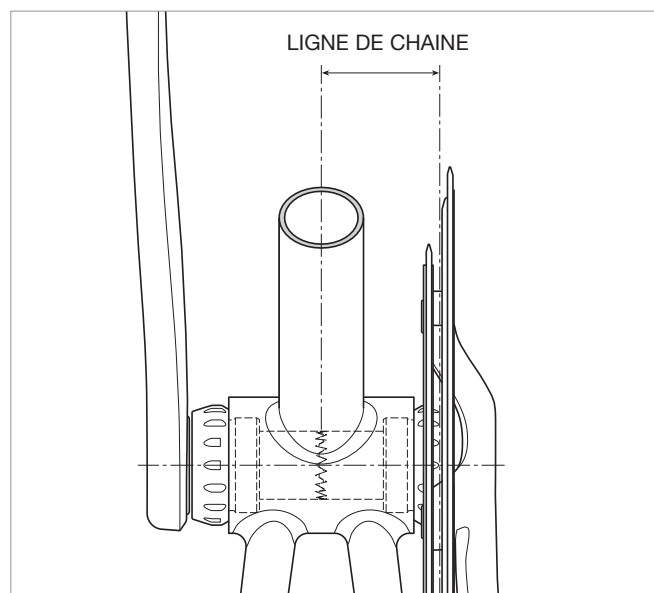

Fig.1
• Ligne de chaîne pour pédalier double (Fig.1)